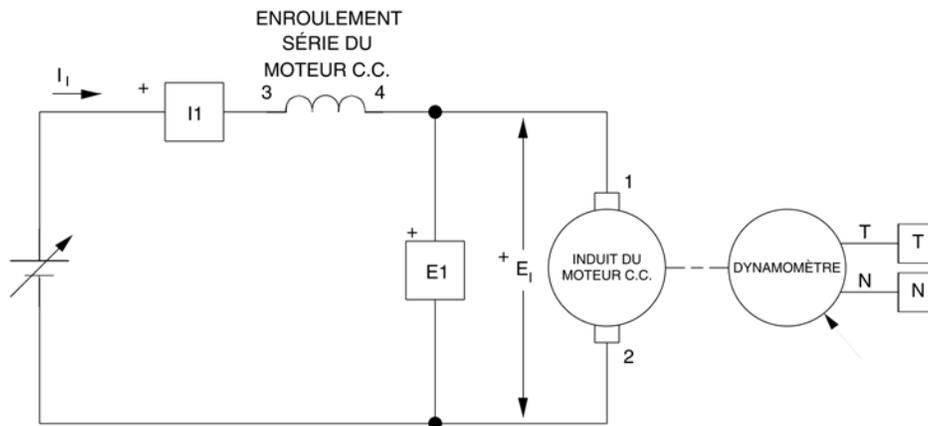

Figure 2-21. Moteur série couplé à un dynamomètre.
Dans la quatrième partie de cette expérience, vous allez raccorder le module Moteur / Génératrice c.c. en moteur série (voir le montage de la figure 2-21). Vous allez mesurer des données et tracer un graphique de la vitesse  $n$  du moteur en fonction de son couple  $T$ . Vous allez comparer la caractéristique de la vitesse en fonction du couple du moteur série à celle du moteur c.c. à excitation séparée, obtenue au cours de l'expérience précédente.
- 17. Modifiez les raccords de façon à obtenir le circuit du moteur série illustré à la figure 2-21.